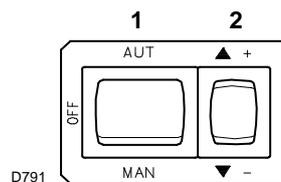
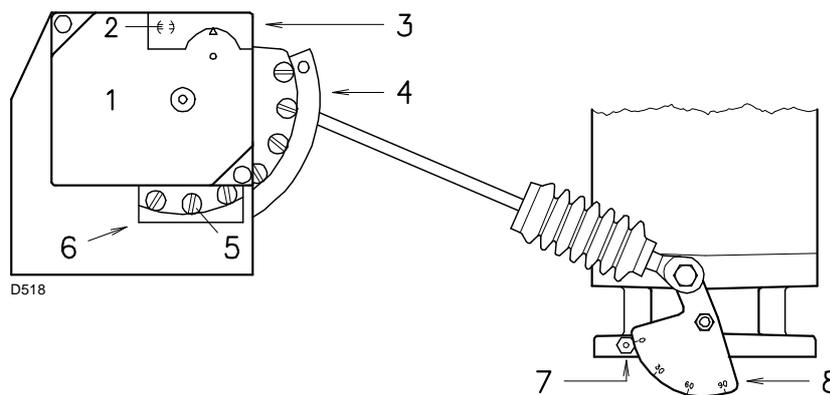
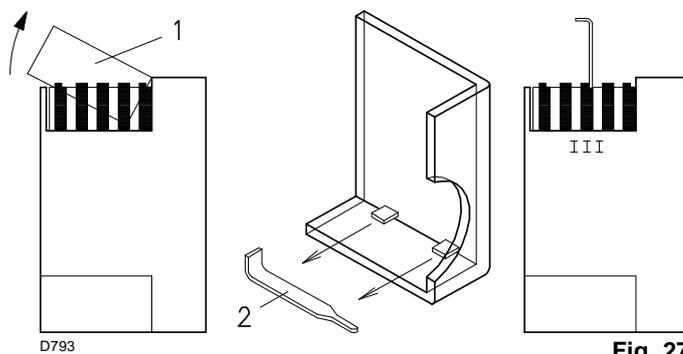

Fig. 25
Fig. 26
Fig. 27
Chiudere i telecomandi e mettere l'interruttore 1)(Fig. 25) in posizione "MAN".
Premere ora il pulsante 2)(Fig. 25) "aumento potenza" e tenerlo premuto fino a quando il servomotore ha aperto la serranda aria e la farfalla del gas a 90°.
Variare in progressione il profilo finale della camma 4)(Fig. 26) agendo sulle viti della camma che compaiono all'interno dell'apertura 6)(Fig. 26).
Legenda (Fig. 26)
Premere il pulsante 2)(Fig. 25 a pag. 25) "diminuzione potenza" e tenerlo premuto fino a quando il servomotore ha chiuso la serranda aria e la farfalla del gas a 20° (regolazione fatta in fabbrica).
- Se bisogna diminuirla, ridurre un poco l'angolo della camma III (Fig. 27) con piccoli spostamenti successivi, cioè portarsi dall'angolo 20° a 18° - 16°....
- Se bisogna aumentarla, premere un poco il pulsante "aumento potenza" 2)(Fig. 25 a pag. 25) (aprire di 10-15° la farfalla del gas), aumentare l'angolo camma I I I (Fig. 27) con piccoli spostamenti successivi, cioè portarsi dall'angolo 20° a 22° - 24°....
Per l'eventuale regolazione della camma I I I, togliere il coperchio 1), inserito a scatto (Fig. 27), estrarre l'apposita chiavetta 2) dal suo interno ed inserirla nell'intaglio della camma I I I.
Variare in progressione il profilo iniziale della camma 4)(Fig. 26) agendo sulle viti della camma che compaiono all'interno dell'apertura 6)(Fig. 26).
Premere un poco il pulsante 2)(Fig. 25 a pag. 25) "aumento potenza" in modo che una nuova vite 5)(Fig. 26) appaia all'interno dell'apertura 6)(Fig. 26), regolarla fino ad ottenere una combustione ottimale.
Spegnere il bruciatore agendo sull'interruttore 1)(Fig. 25 a pag. 25), posizione OFF, svincolare la camma a profilo variabile mettendo in posizione verticale l'intaglio 2)(Fig. 26) dal servomotore.